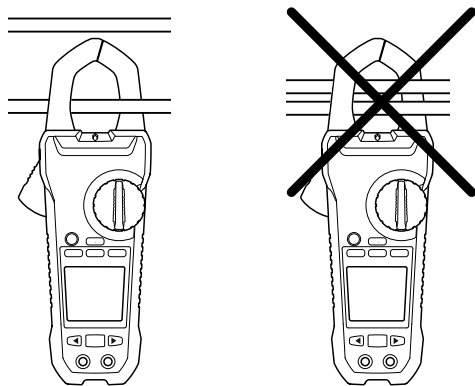

Figura 5.1 Configuración correcta e incorrecta
Al utilizar la mordaza para medir corriente, solo debe conectarse a un único conductor. Consulte la figura 5.1.
5. Pulse el interruptor para abrir la mordaza y colóquela de forma que abarque por completo un único conductor (consulte la figura 5.1). Para obtener resultados óptimos, centre el conductor en la mordaza.
3. Pulse el interruptor para abrir la mordaza y colóquela de forma que abarque por completo un único conductor (consulte la figura 5.1). Para obtener resultados óptimos, centre el conductor en la mordaza.